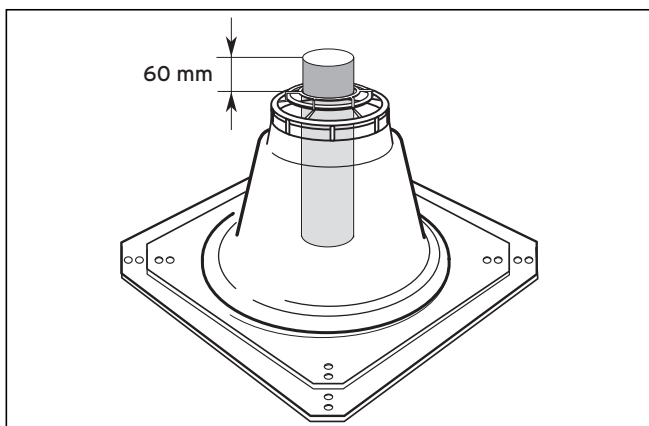

Abb. 6.22 Länge des oberen Abgasrohrs
- Kontrolle: Über dem Fuß des Schachtaufsatzes müssen 60 mm überstehen (siehe Abbildung 6.22).
- Klemmen Sie die Haube (1) des Schachtaufsatzes (2) über das obere Ende der starren Abgasleitung und drücken Sie sie fest auf.